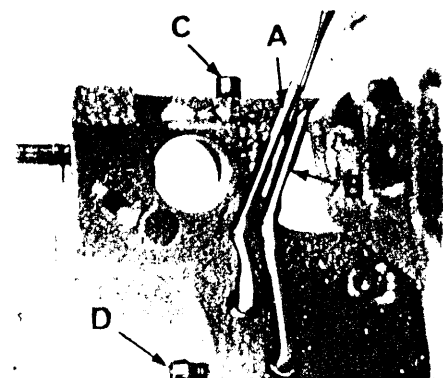

fig. 10
6. Montaggio spingi asola e salva ago (fig. 10)